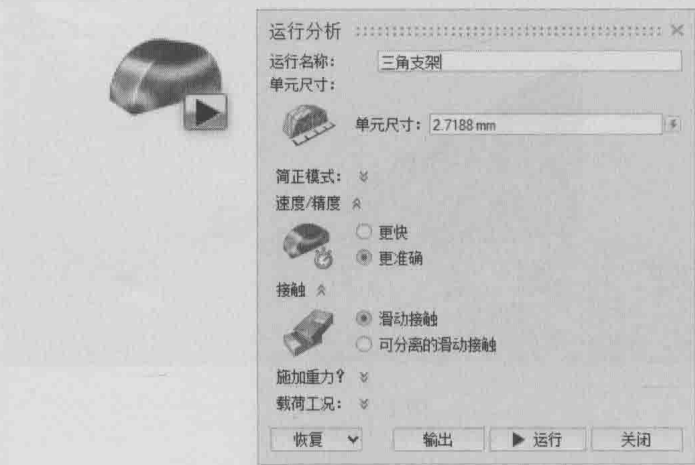

图 1-10 “运行分析”对话框
5) 单击分析工具图标上的运行分析按钮 ，打开“运行分析”对话框，如图 1-10 所示。